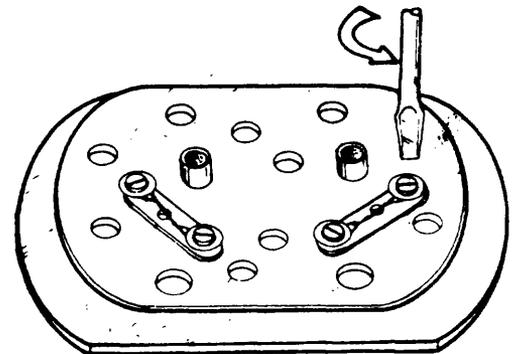

Fig. 3
- b Afloje el soporte de las válvulas (fig. 3).